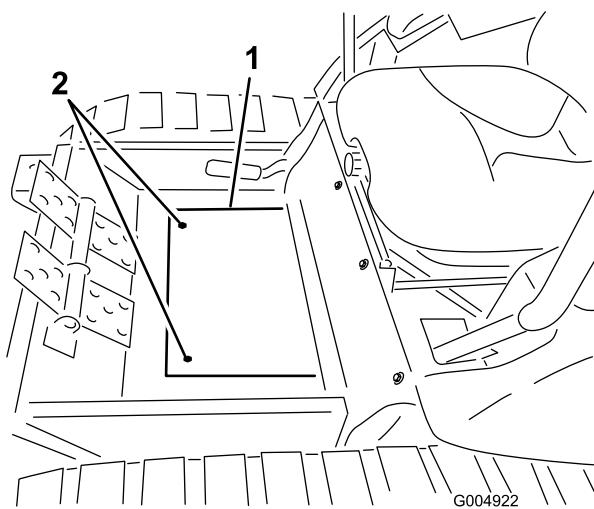

Рисунок 44
6. Отверните два винта крепления крышки панели пола к полу и снимите панель (Рисунок 44)